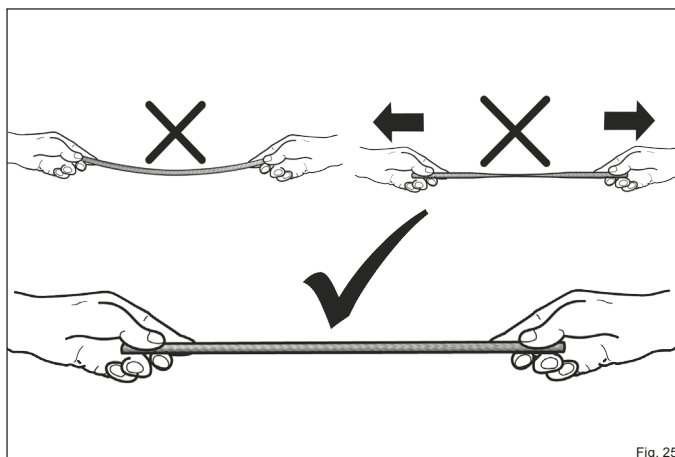

Fig. 25
- ▶ Lors de l'installation du joint, veillez à ce qu'il ne soit pas étiré pas et soit légèrement comprimé (Fig. 25).